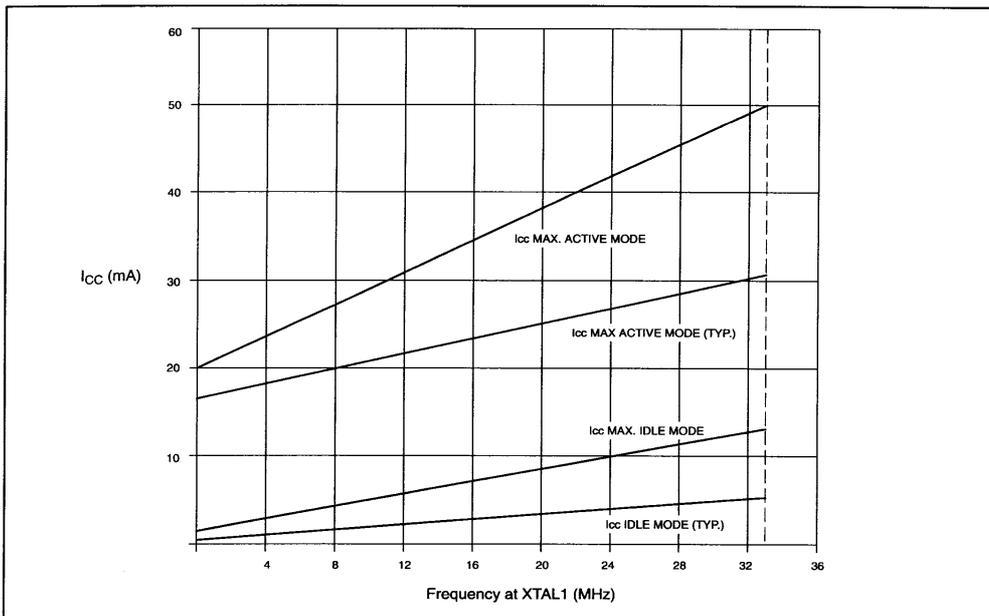
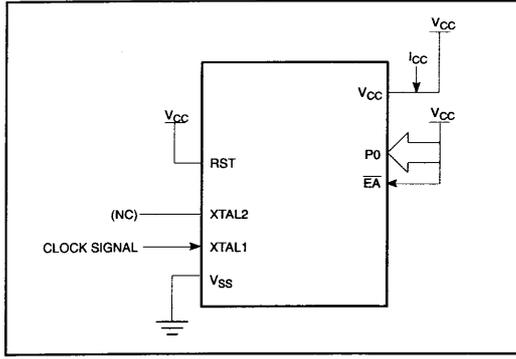

图 21 I_{CC} 与频率的关系 (频率范围内测得的有效数据)
图 22 Icc 测试条件(激活模式;未连接其他管脚)
- 5) 图 22 到 25 所示为 I_{CC} 的测试条件,图 21 为 I_{CC} 和频率的关系。